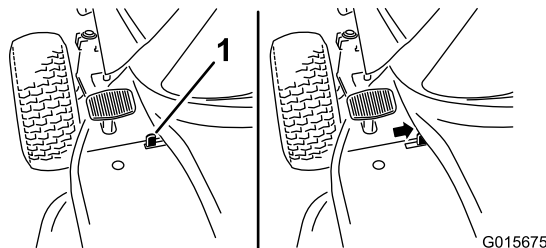

Figure 7
- Pour les machines équipées d'un interrupteur de frein de stationnement : Poussez l'interrupteur de frein de stationnement (Figure 7) et relâchez progressivement la pédale de frein.